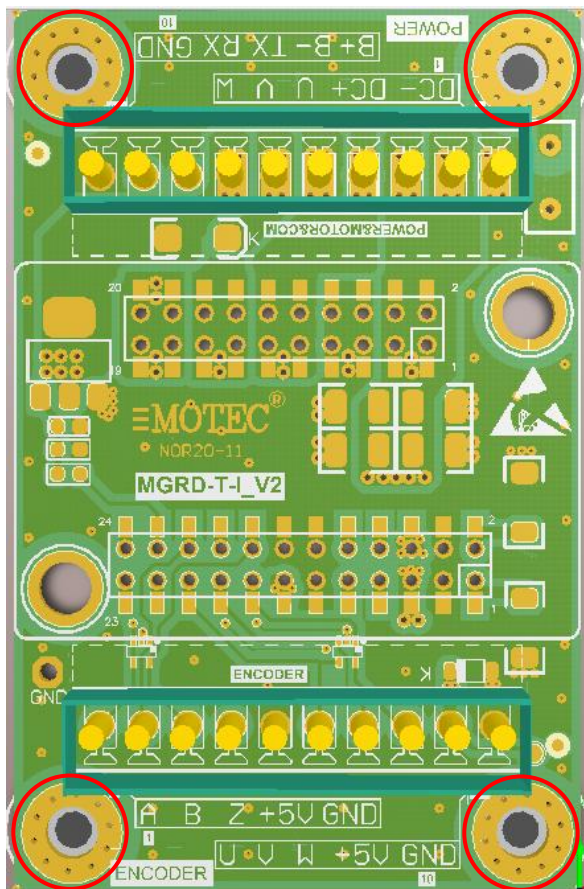

图 2
- 2) 下图红圈标识 LH1~LH4 底层贴片螺母焊接后, 其焊锡填满过孔, 但不能超出顶层平面 (见上图 2);